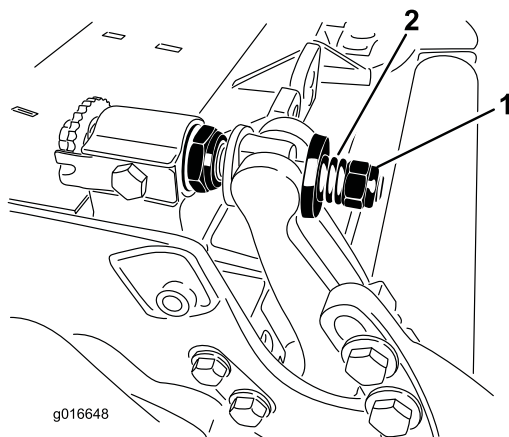

Figura 31
3. Serrate i dadi di bloccaggio allo stesso modo su ambo i lati in modo che le rondelle in acciaio esterne non possano essere ruotate manualmente. Poi allentate i dadi di bloccaggio finché le rondelle in acciaio esterne possono essere ruotate manualmente ma non sia più presente il gioco finale della barra di appoggio. (Figura 31).
10. Serrate il dado su ciascun gruppo di regolazione della barra di appoggio fino a comprimere completamente la molla di compressione, quindi allentate il dado di 1/2 giro (Figura 31).